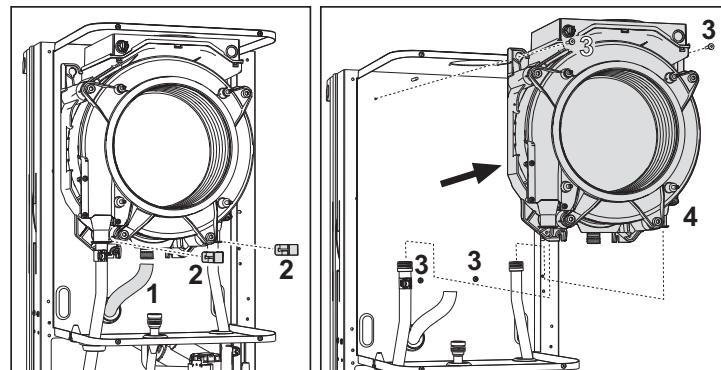

fig. 34- Schimbătorul principal
- Scoateți cele 2 șuruburi **superioare** "3" de fixare a schimbătorului de cadrul (fig. 34)
- Slăbiți cele 2 șuruburi **inferioare** "3" de fixare a schimbătorului de cadrul (fig. 34)